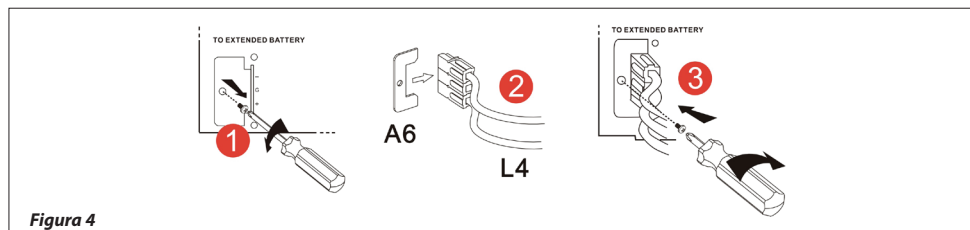

Figura 4
5. Collegare il caricabatterie al gruppo di batterie con il cavo DC L1, L2, L3, L4, L5 (**Figura 4, 5**).